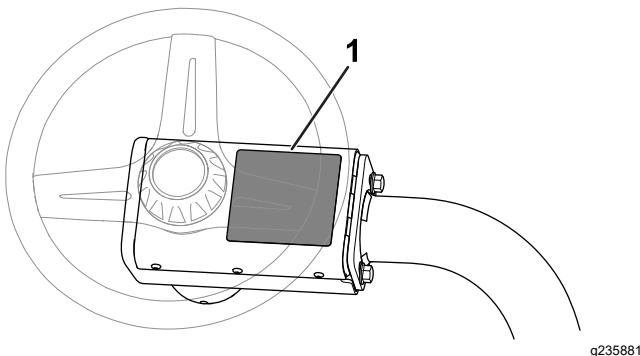

Figura 13
- Coloque o autocolante de aviso CE (peça n.º 136-8505) sobre o autocolante de aviso presente (peça n.º 136-8506); consulte Figura 13.